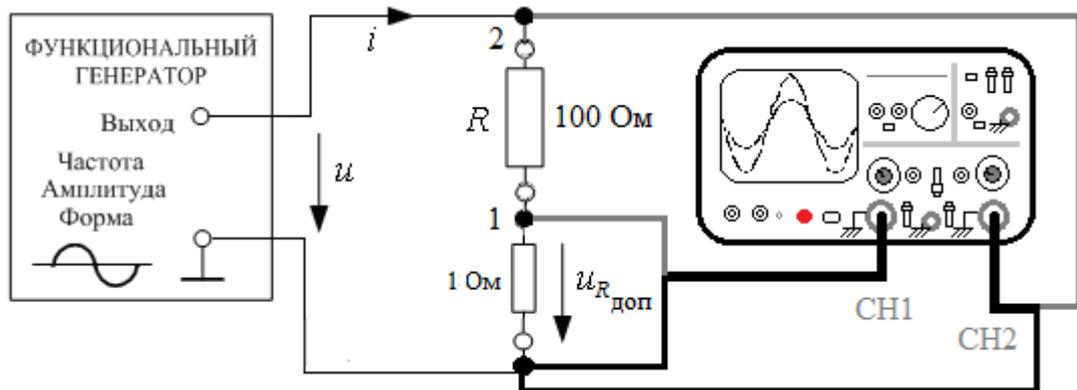

Рис. 1.1П
- Собрать цепь по рис. 1.1П. В качестве дополнительного резистора использовать  $R_1=1$  Ом из блока **МОДУЛЬ ДОПОЛНИТЕЛЬНЫЙ**.
Схемы для снятия осциллограмм тока и напряжения двухполюсника представлены на рис. 1.1П-1.4П. Частота  $f=100$  Гц.